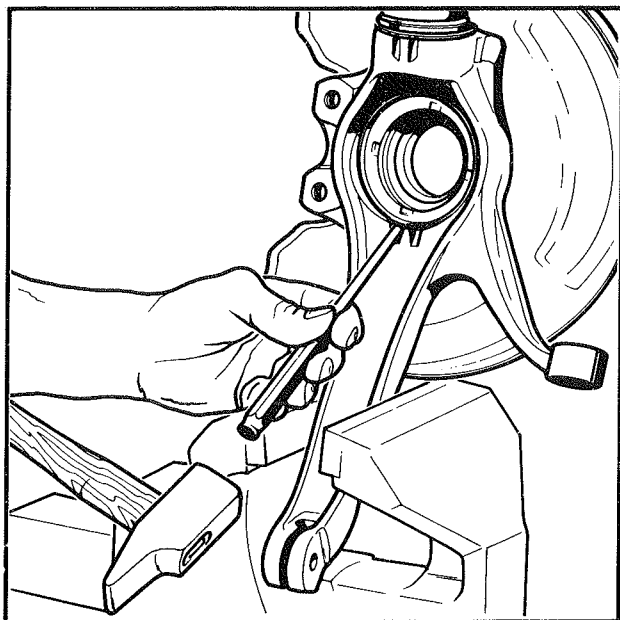

Fig. 4
- A l'aide d'un chasse goupille, défreiner l'écrou de roulement de moyeu (Fig. 4).